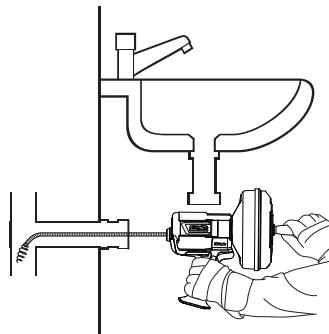

Figure 3
- Accès via bouchon de dégorgeement (Figure 3).